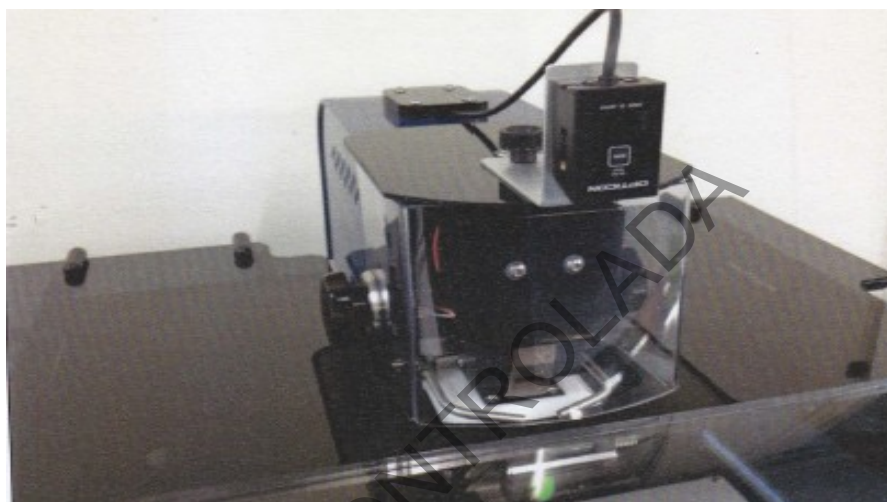
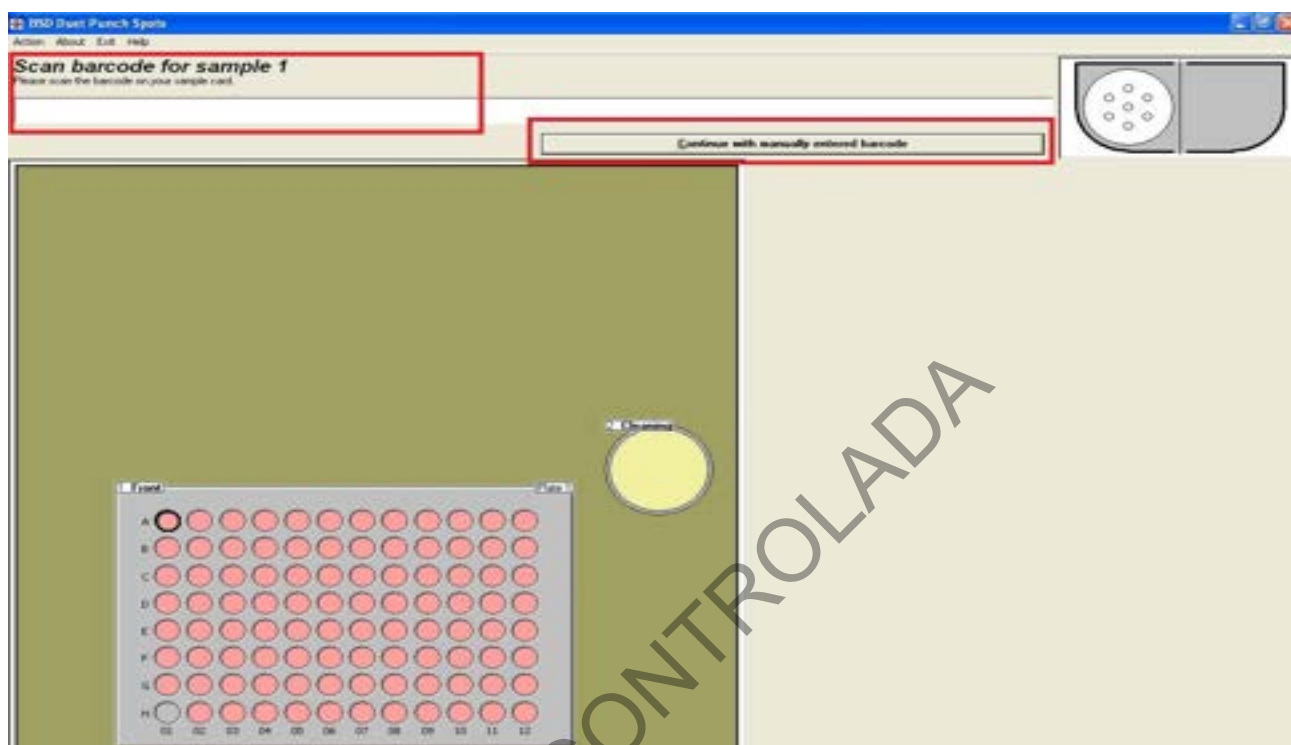

Figura 18. Lector de código de barras del equipo BSD600-DUET
Figura 19. Ingreso por código de barra o manual de la identificación de la muestra
7.3.3 Posicione el código de barras de la etiqueta de la muestra en el lector de código de barras del equipo BSD600-DUET (ver figura 18), al momento de leer el código, el equipo pita y su plataforma se moverá al pocillo correspondiente. Si no va a utilizar el código de barras de las etiquetas de la muestra, en la pantalla que se desplegó "Scan barcode for sample 1", ingrese la identificación de la muestra manualmente y seleccione continuar ("Continue with manually entered barcode") (ver figura 19).